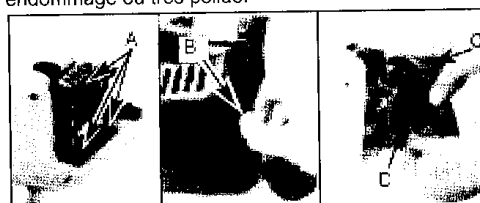

Fig. 11
1. Enlevez les 3 vis (A) fixant l'armoire du filtre d'air, enlevez la vanne de démarrage (B), enlevez l'armoire (C) et le filtre d'air de l'armoire (D) (Fig.11).